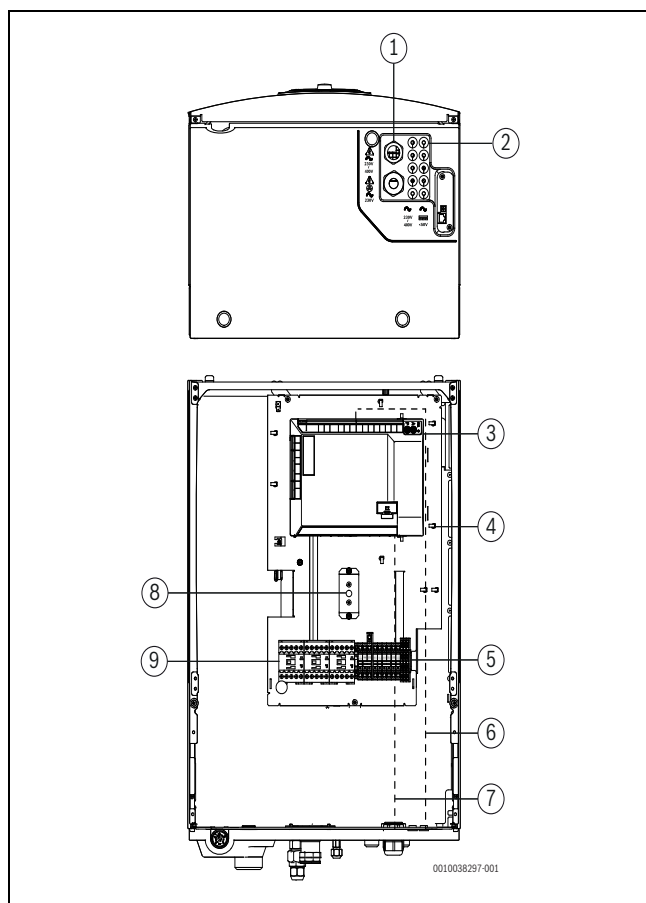

Fig. 10 Passe-câbles (vue de dessous et de face)
- ▶ Insérer le CAN-BUS, les sondes et les autres câbles de signal dans le passe-câble correspondant, marqué <50 V. Faire passer les câbles jusqu'à la partie avant de l'appareil et les raccorder tel qu'indiqué sur la Fig. 10.